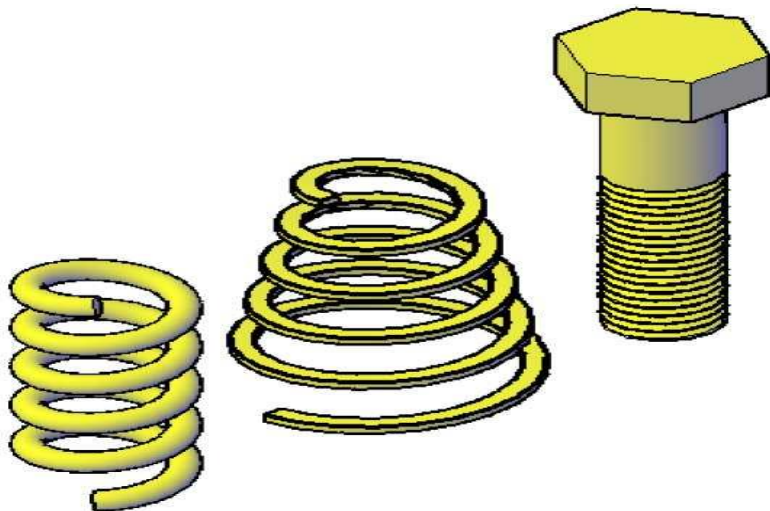

Рис. 66 – Результат выполнения лабораторной работы
36. В падающем меню **Вид** → **Визуальные стили** выбрать «**Реалистичный**» (рисунок 66).